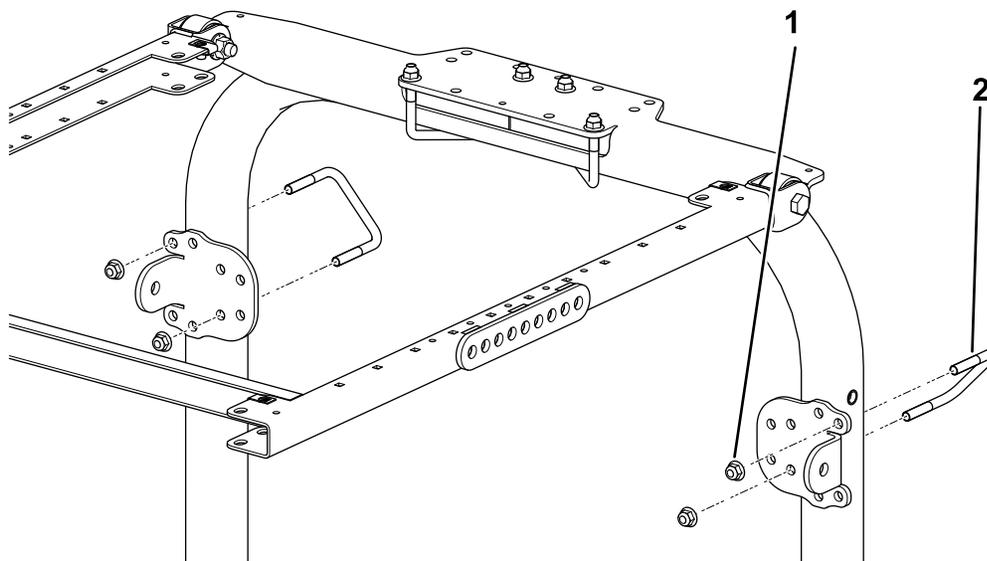

図 44
4. 図 44 に示されている取り付け穴を利用して、各ブレースブラケットを ROPS の柱材に取り付ける Uボルト 3 7/8 x 2 3/4" とフランジナット 2 個を使用する。